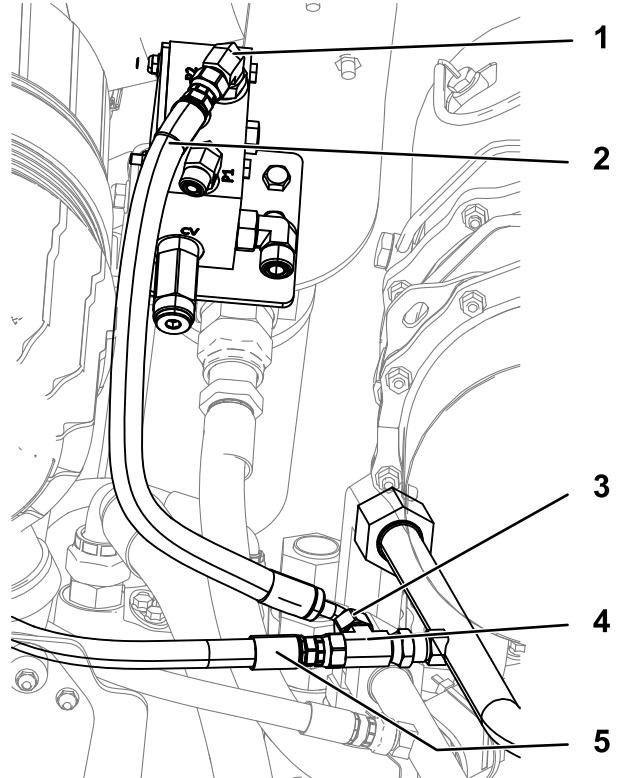

Figure 8
4. Serrez les raccords (Figure 8) :